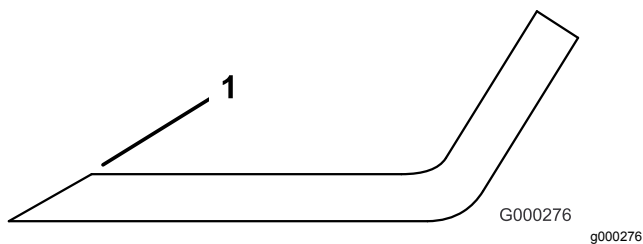

Рисунок 112
3. Проверьте режущие кромки всех ножей и заточите их, если они затупились или имеют зазубрины (Рисунок 112).
**Примечание:** Чтобы ножи всегда оставались острыми, затачивайте только верхнюю сторону режущей кромки и сохраняйте первоначальный угол заточки (Рисунок 112). Балансировка ножа не нарушается, если с обеих режущих кромок удаляется одинаковое количество материала.